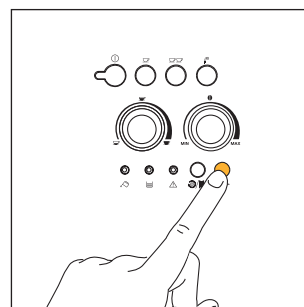

Fig. 18
1. Appuyez sur la touche  pour sélectionner la fonction café prémoulu (fig. 18). Le voyant dans le bouton s'allume pour indiquer que la fonction a été sélectionnée et que le fonctionnement du moulin à café est coupé.